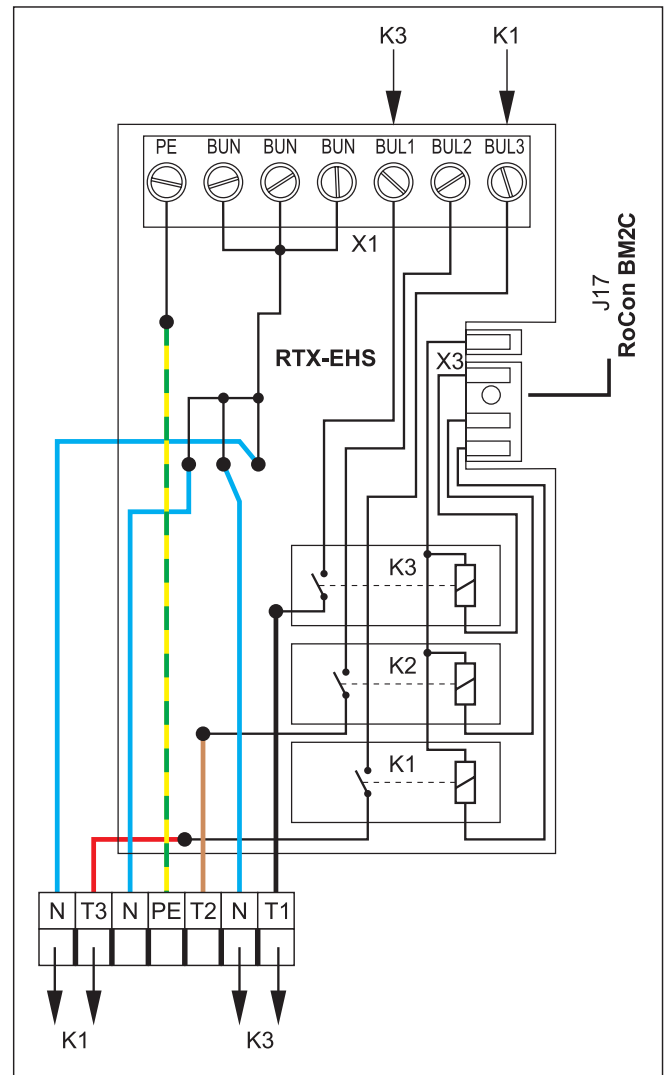

Bild 4-38 Anschluss auf Schaltplatine RTX-EHS
Die Anforderung des externen Wärmeerzeugers wird über ein Relais auf der Schaltplatine RTX-EHS geschaltet (siehe Bild 4-38). Der elektrische Anschluss an die HPSU compact ist wie folgt möglich;
- 3 Geeignete Anschlüsse auf der Schaltplatine RTX-EHS des Anschlusssatzes herstellen (siehe Bild 4-38).